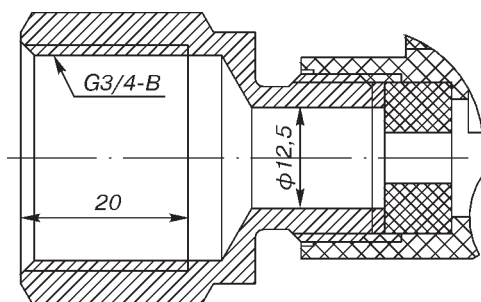

Рис.8.
\* Исполнение со штуцером кабельного ввода с внутренней цилиндрической резьбой G3/4" (см.рис.8).
**Кабельный ввод с внутренней цилиндрической резьбой G3/4 (рис.8)**